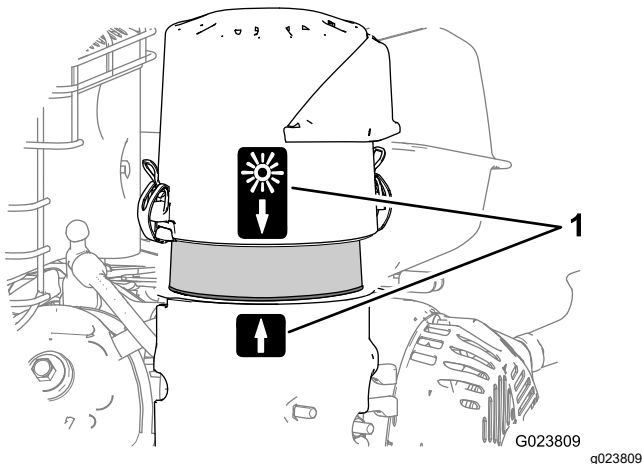

Figure 61
5. Alignez la flèche sur le couvercle du filtre à air et la flèche sur la base (Figure 61).